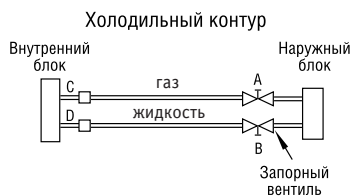

Рис. 23
1. Плотно затяните накидные гайки А, В, С и D (рис.23). Подключите заправочный шланг манометрического